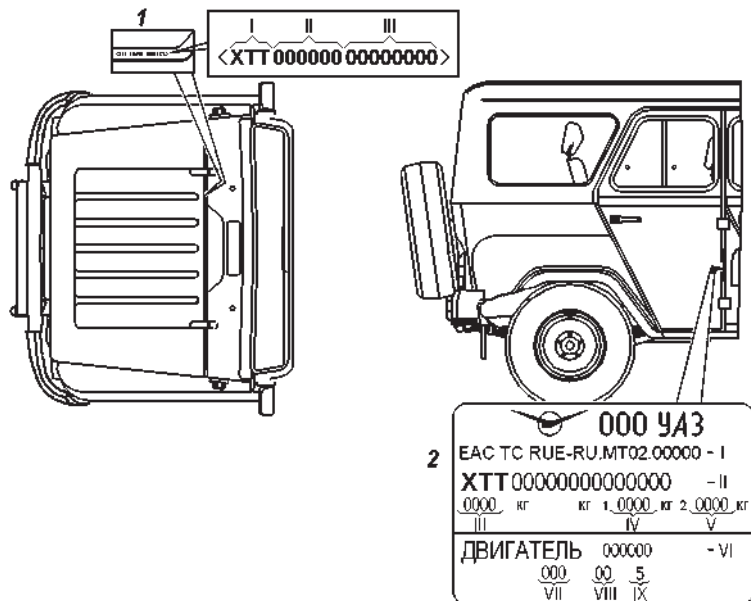

Рис. 1.4. Маркировка транспортного средства:
**Идентификационный номер транспортного средства 1** (рис. 1.4) выбивается на табличке заводских данных и на горизонтальном фланце верхней панели передка (под капотом, с правой стороны).
Идентификационный номер 1 (рис. 1.4) состоит из трех частей:
**Заводская табличка автомобиля 2** (рис.1.4) расположена на центральной стойке боковины кузова с правой стороны автомобиля (в проеме задней боковой двери) и имеет следующие данные: